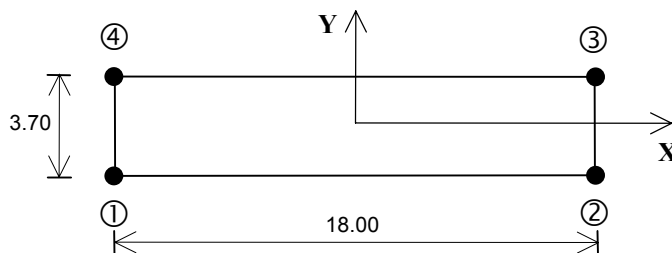

Fig. 35
- se completează coordonatele nodurilor dreptunghiului în ordine (1-2-3-4) și intensitatea încărcării (fig. 35)